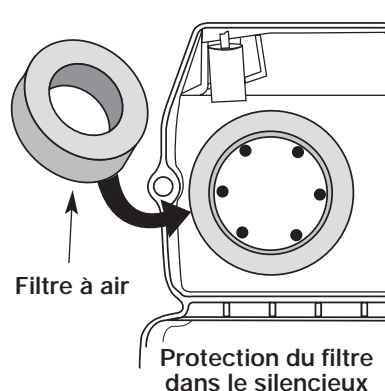

Fig. 18
2. Retournez le couvercle et inspectez l'intérieur pour repérer le filtre à air. Retirez le filtre à air de l'intérieur du couvercle du filtre à air/silencieux (Fig. 18).
6. Remplacez le filtre à air dans le filtre à air/couvercle du silencieux (Fig. 18).